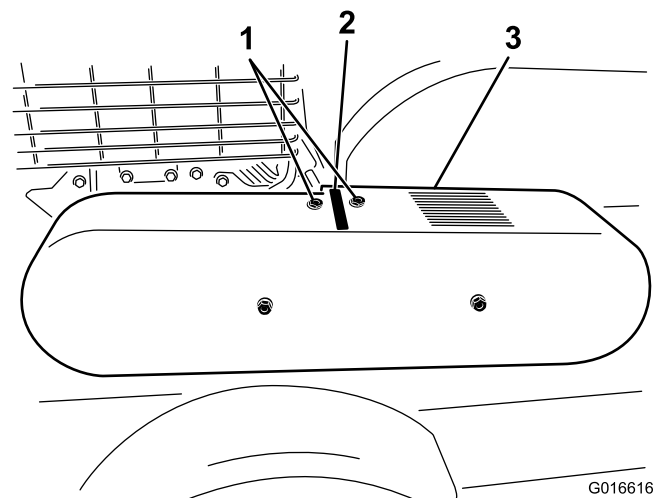

Figura 25
Nota: Compruebe la tensión de la correa de transmisión insertando una regla metálica a través de la ranura de la parte superior del protector de la correa (Figura 25) y presionando hacia abajo sobre la regla con un dinamómetro. La fuerza debe ser de $15 \pm 0,75$ libras (6,5–7,5 kg) con una desviación de la correa de 1 cm (0,40 pulgadas). Ajuste según sea necesario.
2. Retire el protector de la correa (Figura 25).